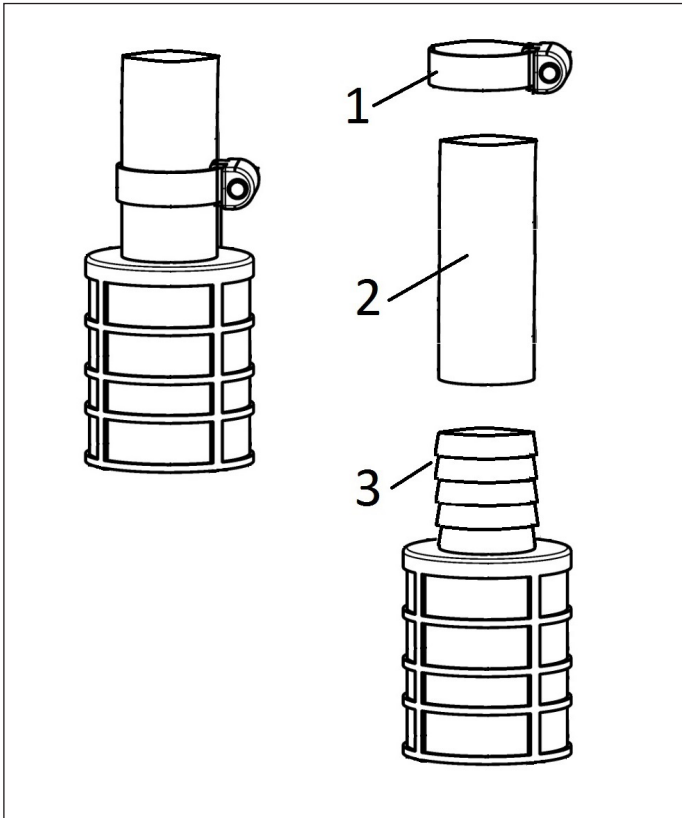

Abb. 8: Ansaugsieb FA 016.0303
Gehen Sie beim Wechsel des Saugsiebs wie folgt vor (siehe Abb. 8):
1. Lösen Sie die Schlauchschelle (1) und ziehen Sie das Saugsieb (3) aus dem Saugschlauch (2).
2. Reinigen Sie das Saugsieb (3) mit Reinigungsmittel oder Dieseldieselkraftstoff oder tauschen Sie es bei Beschädigung aus (Best.-Nr. FA 016.0303) und entsorgen Sie das Altteil entsprechend den Umweltauflagen, Abfallschlüssel: ÖLFILTER 16 01 07.
3. Stecken Sie das Saugsieb (3) gemäß Abb. 8 auf den Saugschlauch (2) und sichern Sie es mit der Schlauchschelle (1).